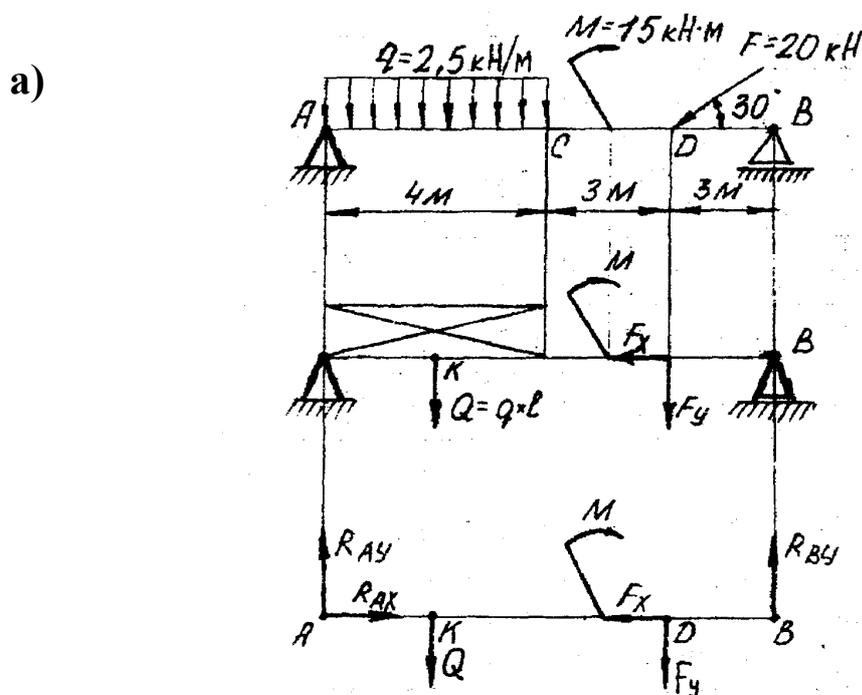

Рис. 1
1. Изображаем балку с действующими на нее нагрузками (рис. 1 а), выбираем оси координат.
$$Q = q(AC) = 2,54 = 10 \text{ кН} \text{ приложена в середине пролета } AC \text{ (т. К) (рис. 1 б)}$$
3. Освобождаем балку от опор, заменяя их реакциями (рис. 1 в.)